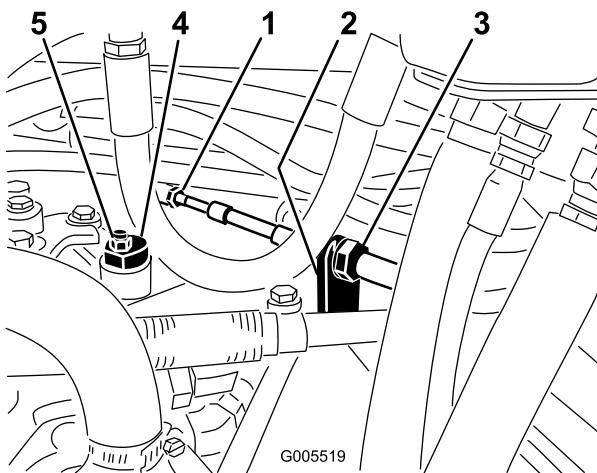

Figura 55
- A. Allentate entrambi i controdadi che fissano il cavo di comando della trazione alla paratia dell'igrostat (Figura 55). Verificate che i controdadi siano ugualmente allentati, in modo sufficiente da consentire la messa a punto.
Nota: Allentate il dado che fissa l'eccentrico alla parte superiore dell'igrostat (Figura 55).
cessa di girare, serrate il dado di bloccaggio dell'eccentrico per mantenere la messa a punto (Figura 55). Verificate la regolazione portando l'acceleratore in posizione Slow e Fast.
- D. Da ambo i lati della piastra serrate in modo uniforme i dadi che fissano il cavo di trazione alla piastra (Figura 55). Non torcete il cavo.